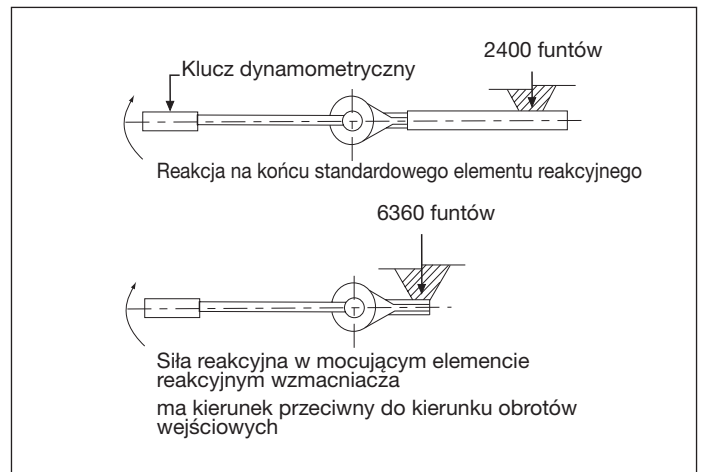

**Rys. 3, Widok strony wejściowej (pokazane ustawienie z obrotem CW, czyli zgodnie z kierunkiem ruchu wskazówek zegara)**
Zapadka wybieraka (rys. 3, element 3) musi być ustawiona w pozycji neutralnej, a śrubę ustalającą w pozycji neutralnej (rys. 3, element 2) należy dokręcić, aby zablokować zapadkę wybieraka w przypadku pracy z zasilaniem elektrycznym. Służy ona do sterowania kierunkiem obrotów wzmacniacza momentu obrotowego w przypadku zasilania ręcznego (funkcja niedostępna w modelach E290+, E291, E391). Nie używać klucza udarowego do zasilania, gdyż może to spowodować uszkodzenie mechanizmu napędowego zębatego.
2. Ustaw wymagany kierunek obrotów poprzez przestawienie zapadki wybieraka (rys. 3, element 3) w kierunku wskazanym przez litery i strzałki zaznaczone na obudowie po stronie wejściowej (rys. 3, element 1). PRZYKŁAD: „CCW” oznacza obrót w kierunku przeciwnym do kierunku ruchu wskazówek zegara, dociśnij zapadkę do samego końca w kierunku wskazanym przez strzałkę „CCW”. Aby uzyskać obroty w kierunku zgodnym z ruchem wskazówek zegara, dociśnij zapadkę w przeciwnym kierunku, oznaczonym „CW” (funkcja niedostępna w modelach E290+, E291, E391).
**Modele z mechanizmem zabezpieczenia przed luzami:** za pomocą klucza dynamometrycznego przyłóż wystarczający moment obrotowy, aby zwolnić wewnętrzny mechanizm zabezpieczający przed luzami; utrzymuj przykładany moment wejściowy i wciśnij zapadkę wybieraka (rys. 3, element 3) do położenia przeciwnego (PRZYKŁAD: Zapadka ustawiona w pozycji „CW” wymaga przestawienia do położenia „CCW”). Powoli zwolnij moment wejściowy (funkcja niedostępna w modelach E290+, E291, E391).
Użyj zatwierdzonego **bezdurowego** napędu zasilającego z modelami: (tylko E391, E392, E393, E492, E493, E494 lub E495). **Zablokuj zapadkę wybieraka w pozycji** neutralnej poprzez jej wyśrodkowanie pomiędzy położeniami „CW” i „CCW” i dokręć śrubę ustalającą (rys. 3, element 2).